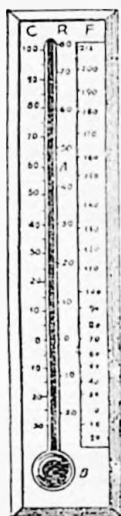

Fig. 3
**Dilatarea corpurilor gazoase. Experiență.** — Luăm un balon de sticlă *B* (fig. 3), prevăzut cu un tub subțire *C*. Introducem în tubul *C* puțin mercur *M*, sau alt lichid colorat, spre a limita un volum anumit de aer. Incălzind balonul (e de ajuns să-l acoperim cu mâinile), vom observa că mercurul e împins către capătul tubului *C*, foarte repede. Experiența aceasta ne dovedește că